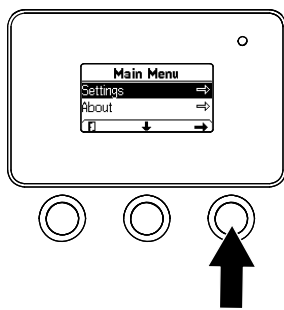

Figure 13
1. Dans le MENU PRINCIPAL, appuyez sur le bouton central pour naviguer jusqu'au menu RÉGLAGES, puis appuyez sur le bouton droit (Figure 13).